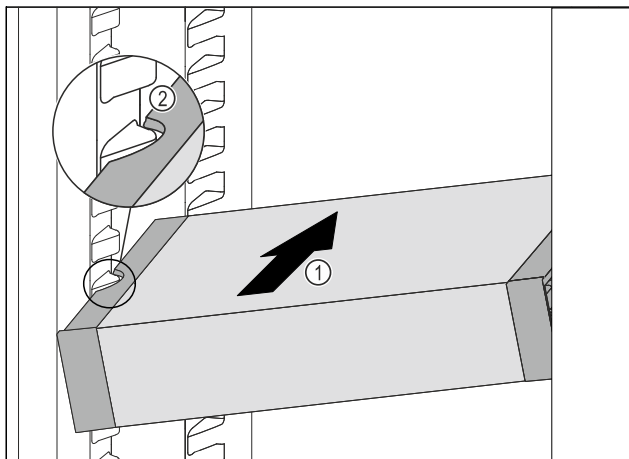

Fig. 118
- VarioSafe schuin in het koelgedeelte schuiven Fig. 118 (1), tot de uitsparingen aan de zijkant Fig. 118 (2) van de VarioSafe op de hoogte van de rib in het koelgedeelte zitten.